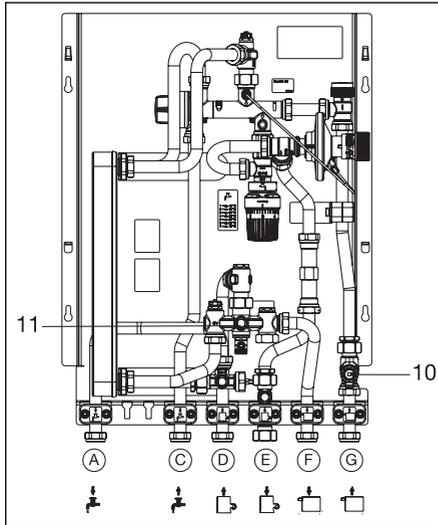

Fig. 7.1 Position de montage des filtres
- Nettoyage des filtres (fig. 7.1).